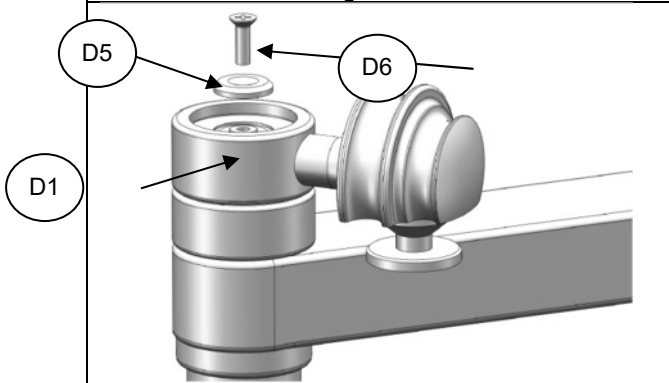

Fig.5
4. Sobre esta pieza colocaremos el Cuerpo Giro D1 y lo sujetaremos con el Buje Separador D5 y el tornillo D6 (Fig. 5)